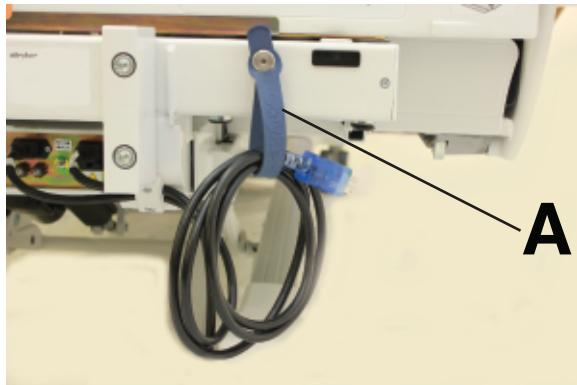

Figure 5 – Rangement du cordon d'alimentation
Pour ranger le cordon d'alimentation et le cordon auxiliaire, enruler ceux-ci et les fixer autour du support pour cordon (A) situé sous le côté tête du produit (Figure 5).